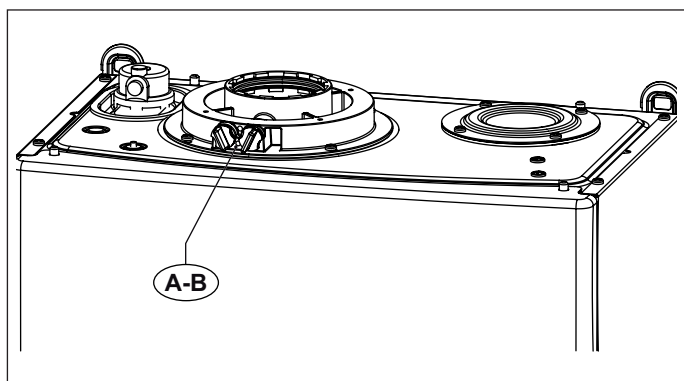
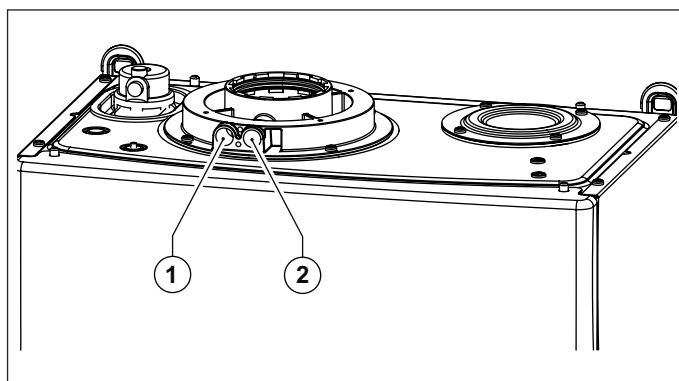

Fig. 15 Posizione tappi
Fig. 16 Posizione fori
La caldaia è provvista di una torretta per il collegamento della tubazioni di aspirazioni aria/scarico fumi (vedi Fig. 15 Posizione tappi e Fig. 16 Posizione fori).
Nella torretta sono stati predisposti dei fori per l'accesso diretto all'aria comburente ed allo scarico dei fumi (vedi Fig. 16 Posizione fori).
Prima di effettuare le misurazioni togliere i tappi **A** e **B** dai fori predisposti sulla torretta (vedi Fig. 15 Posizione tappi).
- misura dell'aria comburente prelevata nell'apposito foro **1** (vedi Fig. 16 Posizione fori).
- misura della temperatura fumi e della CO₂ prelevata nell'apposito foro **2** (vedi Fig. 16 Posizione fori).